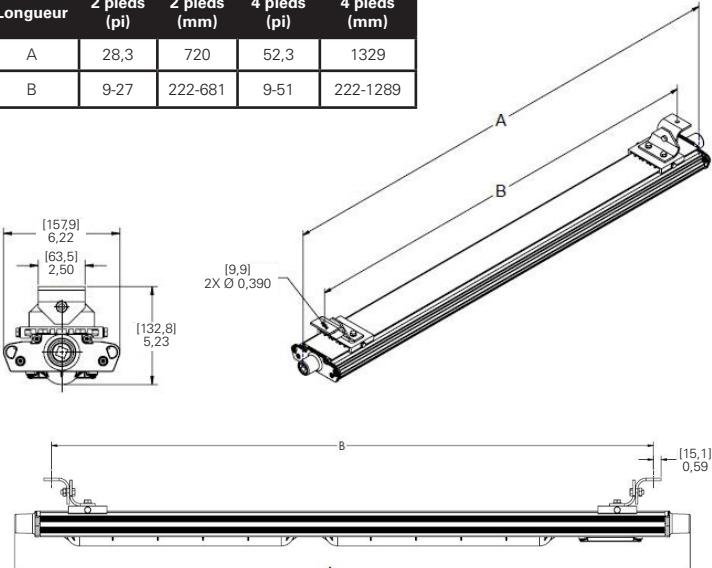

Figure 5 : Montage pivotant DP1050MTK
2. Marquer et percer des trous pour fixer les supports pivotants. Utiliser le centre de deux boulons de 1/4 po (non inclus) pour centrer les mesures. Pour les supports pivotants, les trous peuvent être espacés selon les besoins. Il est recommandé de les séparer d'au moins 12 po (305 mm) (voir figure 5).